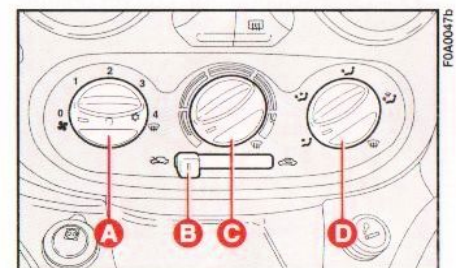

Abb. 78
Bei Fahrzeugen mit manueller Klimaanlage sind die Bedienelemente für das schnellere Beschlagentfernen wie zuvor beschrieben einzustellen und es ist zusätzlich der Drehgriff **A**, **Abb. 78** zu drücken.
BEDIENUNGSELEMENTE **Abb. 78**
ZUR BEACHTUNG Die manuelle Klimaanlage ist zur Beschleunigung der Beschlagentfernung sehr nützlich, da sie die Luft entfeuchtet. Dazu ist es ausreichend die Bedienelemente auf die Beschlagentfernung (siehe vorhergehendes Kapitel) einzustellen und die manuelle Klimaanlage durch Drücken des Drehschalters **A**, **Abb. 78** zu aktivieren.
5) Klimaanlage: Den Drehschalter **A**, **Abb. 78** drücken.